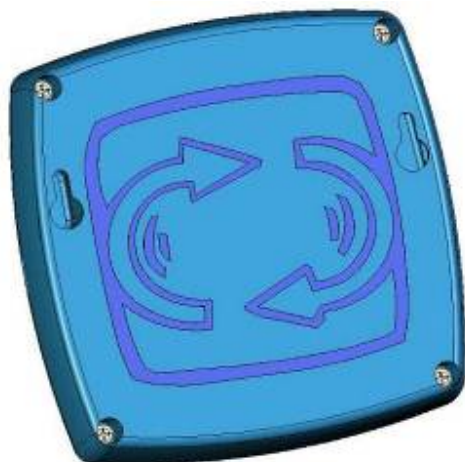

Fig.8
- En alternative, vous pouvez le placer par encastrement sur 2 chevilles en exploitant les fentes spécifiques à l'arrière du boîtier (Fig.8)